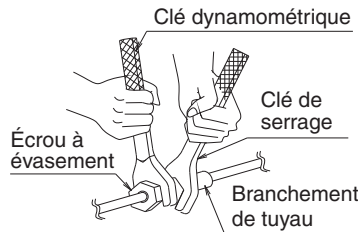

Fig. 6
(1) Raccordez les tuyaux.
- Veillez à utiliser conjointement une clé à écrous et une clé dynamométrique, comme indiqué sur le dessin, lorsque vous assemblez ou désassemblez les tuyaux à/de l'unité. (Reportez-vous à la Fig. 6)